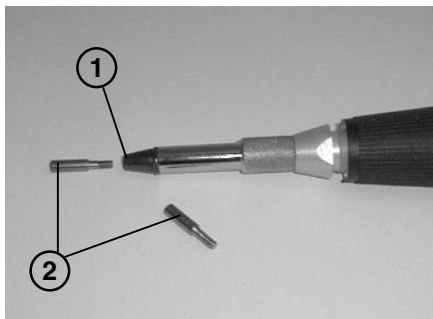

Fig. 8
L'utensile (2) viene inserito semplicemente avvitandolo sulla testa del manipolo (1) (vedi Fig. 8).
**N.B.** Le punte fornite (2) sono da sagomare a seconda delle esigenze di lavorazione dell'utente.